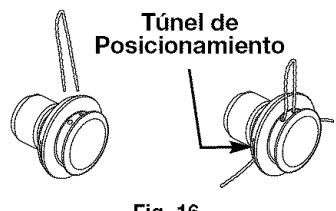
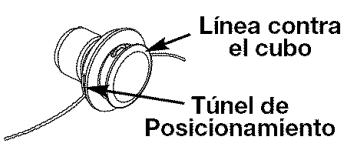

Fig. 16
Fig. 17
PRECAUCIÓN: Antes de operar esta unidad, cerciórese de que el botón de liberar esté completamente trabado en el agujero primario (Fig. 16), y que la perilla (Fig. 17) esté bien apretada.
3. Mientras que firmemente sostiene el accesorio, empújelo derecho en el acoplador hasta el botón liberador (Fig. 16) se encaja a presión hacia el agujero primario (Fig. 16). El agujero primario está en el lado opuesto del acoplador de la perilla (Fig. 16). La alineación del botón de desconexión con el hueco de guía facilitará la instalación (Fig. 16).
3. Oprima y sostenga el botón de desconexión (Fig. 16).
4. Inserte ambos extremos de su línea a través de los agujeros adecuados en el lado de la cabeza de corte (Fig. 16).
5. Hale la línea y cerciórese de que la línea esté contra el cubo y que esté totalmente extendida a través de los túneles de posicionamiento (Fig. 17).